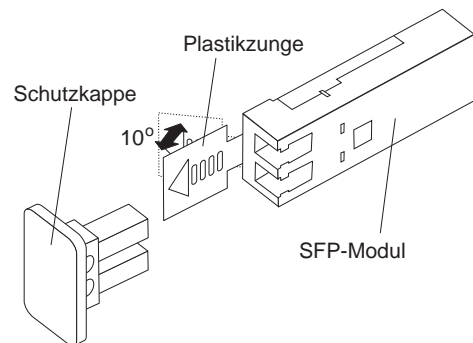

Abbildung 17. Verriegelung des SFP-Moduls öffnen
2. Öffnen Sie die die Verriegelung des SFP-Moduls, indem Sie die Plastikzunge um 10 ° nach außen ziehen (siehe Abb. 17).